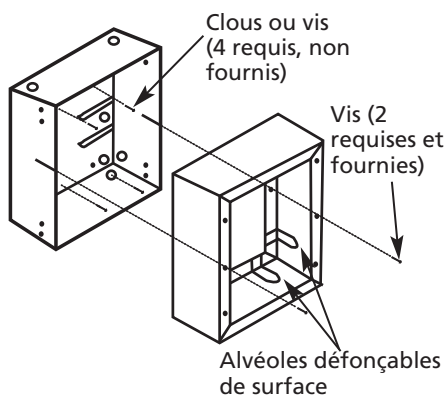

Figure 3
2. Si l'alimentation provient du mur, enlever l'alvéole défonçable au dos de la boîte et installer le collier de serrage en laissant au moins 203 mm (8 po) de câble dans la boîte arrière. Fixer solidement la boîte arrière à la structure de l'édifice en utilisant les quatre (4) trous de la boîte arrière. (Voir la Figure 3).
REMARQUE : Pour faire correspondre les alvéoles défonçables de dégagement du cadre en saillie, utiliser les alvéoles situées dans le coin adjacent à l'alvéole située au dos de la boîte. (Voir la Figure 3).
4. Si l'alimentation provient d'un système de surface, enlever l'alvéole défonçable du cadre en saillie pour que ce dernier puisse glisser par-dessus l'alimentation. (Voir la Figure 3).